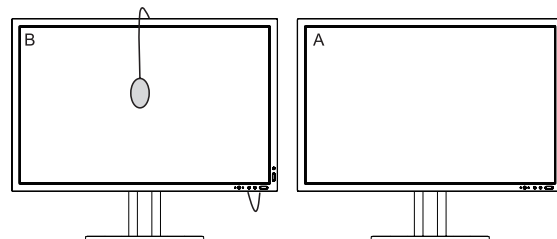

Figura C.2
11. Rimuovere il sensore USB dal Display A di origine e posizionarlo al centro del Display B (**Figura C.2**).